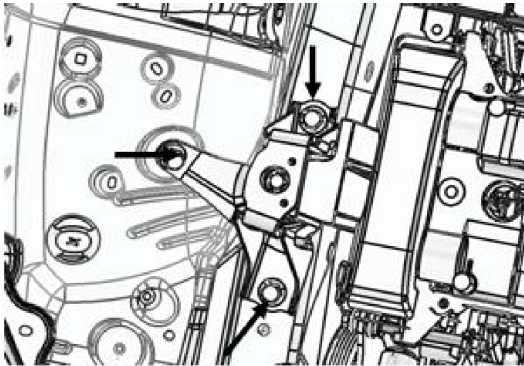

图 8
2.6.2 拆下发动机右悬置总成与车身连接的 3 个螺栓。（如下图 8 所示）。即可取下发动机右悬置安装支座。
2.7.1 将更换后发动机右悬置安装支座放入上图 8 所示的位置, 然后带上发动机凸缘螺栓上的两个螺母和对应车身安装孔上的三个螺栓并打紧。
2.10.1 将发动机右悬置安装支座与车身相连的 3 个螺栓打力矩为 85 N.m (如图 8 所示)。